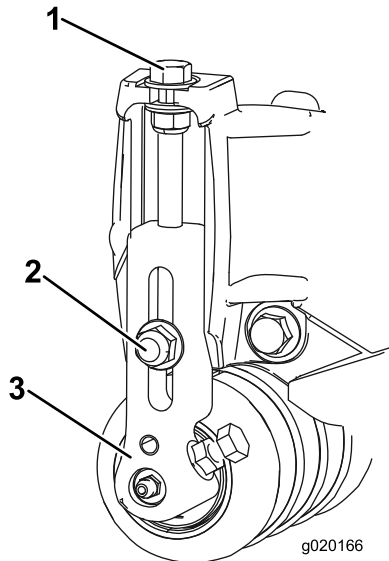

图16
1. 松开将剪草高度支架固定到滚刀组侧板上的锁紧螺母（图16）。